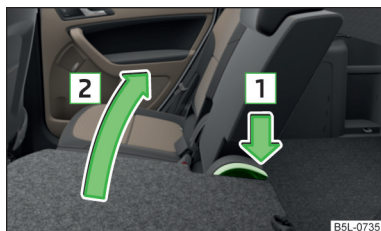

Fig. 66
- Apăsăți maneta în direcția săgeții **1** » fig. 66 și rabatați spătarul scaunului în direcția săgeții **2**. Verificați prin tragere de spătar.